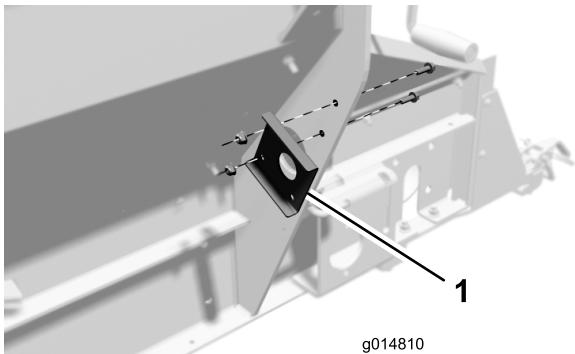

Bild 4
6. Positionieren Sie die Lampenhalterung, wie in Bild 4 dargestellt, befestigen Sie eine Halterung mit zwei Bundschrauben (5/16 x 1") und Bundmuttern (5/16") an jeder Verstärkungsplatte des Füllkastens.